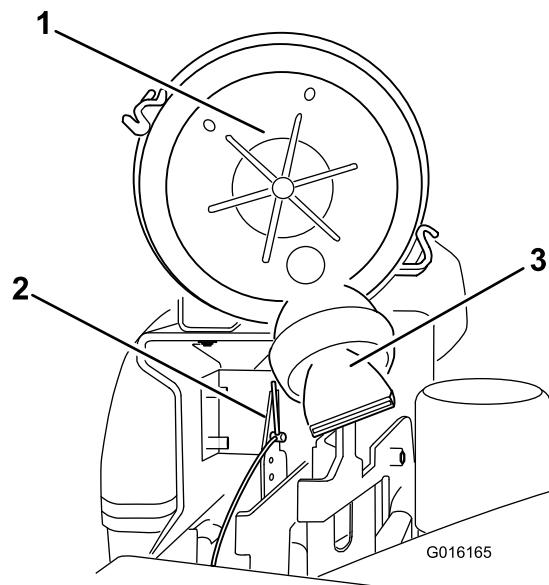

Figure 46
- Placez le couvercle du filtre à air de sorte que le reniflard ne gêne pas le mécanisme d'accélérateur (Figure 46).